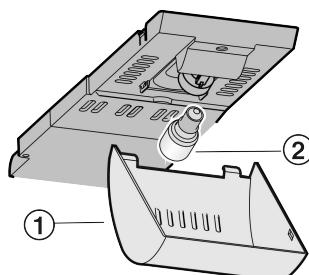

Fig. 12
- Kryt Fig. 12 (1) uchopte vpředu a vzadu vyhákněte.
- Žárovku Fig. 12 (2) vyměňte.
- Kryt Fig. 12 (1) zase nasadte.